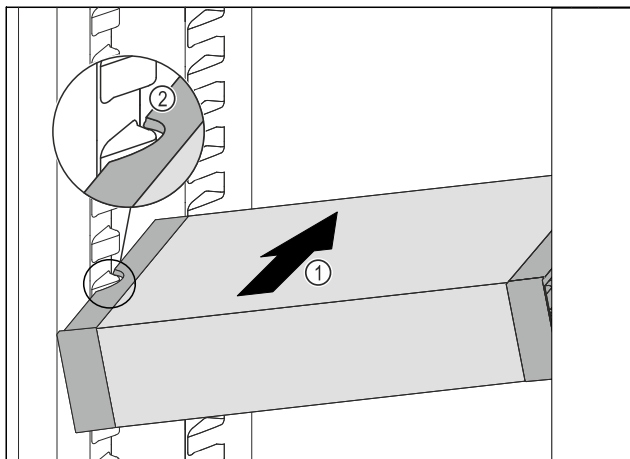

Fig. 94
- ▶ Вкарайте VarioSafe под ъгъл в хладилната част Fig. 94 (1), докато страничните прорези Fig. 94 (2) на VarioSafe се намират на височината на ребро на съда в хладилната част.